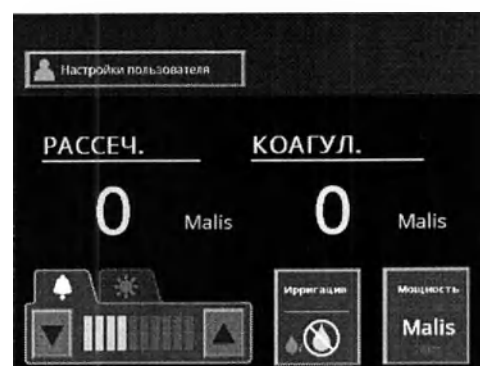

Рисунок 13. Основной экран
4. После успешного завершения диагностических тестов генератор выведет на дисплей *основной* экран (рисунок 13). В приборе будут установлены принятые по умолчанию параметры мощности 0 Malis для режимов РАССЕЧ. и КОАГУЛ. Другие настройки, установленные по умолчанию, приведены в разделе «Технические характеристики».